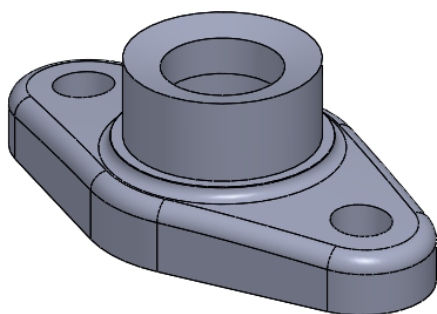
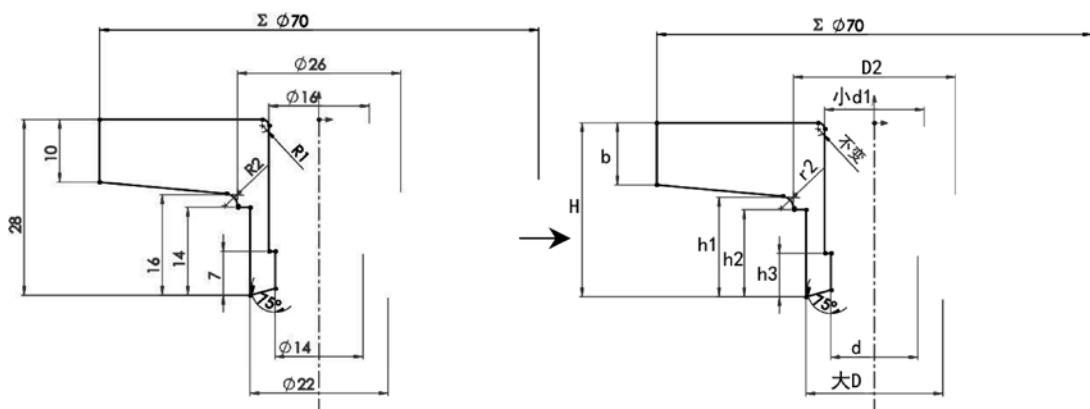

图 1-27 添加的配置和填料压盖模型效果
图 1-28 重命名“草图 1”的尺寸名称
本实例为使用设计表为填料压盖零件添加一系列的配置，以将其定义为一个填料压盖零件库文件，如图 1-27 所示。
STEP 1 打开本书提供的素材文件“填料压盖.SLDPRT”，如图 1-27 右图所示。然后编辑“草图 1”，并为此草图中的相关尺寸设置新的名称，如图 1-28 所示（右侧图形，只是表明了要设置的尺寸名称，实际操作时尺寸大小不变）。
STEP 5 系统打开 Excel 格式的“系列零件设计表”，按图 1-32 所示填写表格数据，然后单击表格外任意一点，退出表格的编辑，并在打开的对话框中，单击“确定”按钮，即可完成多个配置的创建，效果如图 1-27 所示（可激活不同配置）。